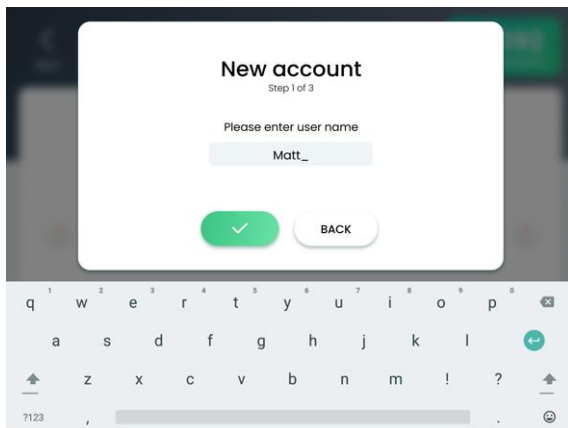

Figura 6-3. Teclado virtual en la pantalla de nueva cuenta (paso 1 de 3)
3. Toque dentro del cuadro de texto **Name** (Nombre); aparecerá el teclado virtual, como se muestra en la Figura 6-3.